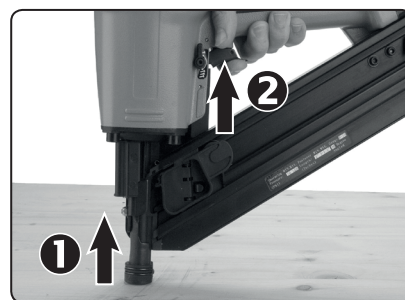

Abb. 19
- 2) Drücken Sie den Nagler gegen die Oberfläche, so dass die Sicherheitsverriegelung gedrückt wird, und drücken Sie dann den Abzug (Abb. 19).